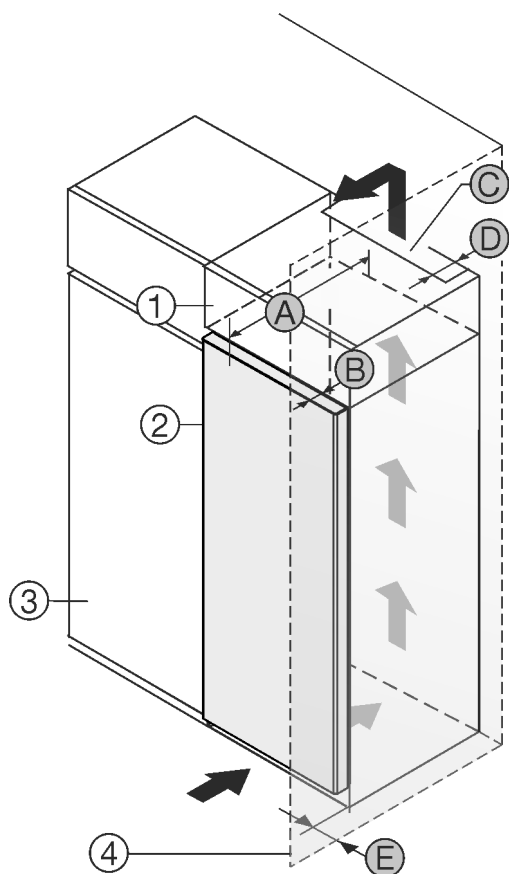

Fig. 1
- (1) Rehausse*
- (2) Appareil*
- (3) Placard de cuisine*
- (4) Mur*
- (A) Profondeur de l'appareil*
- (B) Profondeur de porte*
- (C) Section de ventilation*
- (D) Distance du dos de l'appareil*
- (E) Distance par rapport au côté de l'appareil*
Installer l'appareil directement à côté du placard de cuisine Fig. 1 (3)*.
Une sortie d'air avec la profondeur Fig. 1 (D) doit être présente au dos de la rehausse sur toute sa largeur.*
La section de ventilation Fig. 1 (C) sous plafond doit être respectée.*
Si l'appareil est installé avec les charnières près d'une paroi Fig. 1 (4), la distance entre l'appareil et la paroi doit être d'au moins 13 mm (0.51 in)*.
Pour pouvoir ouvrir complètement les portes, l'appareil doit déborder de la profondeur de la porte Fig. 1 (B) par rapport à la façade du placard. L'appareil peut déborder encore plus en fonction de la profondeur des placards Fig. 1 (3) et de l'utilisation de cales d'épaisseur.*